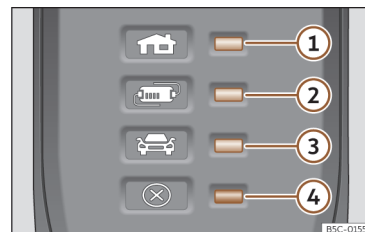

Fig. 70 No cabo de carregamento para tomadas de corrente: Luzes de controlo do dispositivo de proteção.
>>> **Fig. 70:**
>>> **Fig. 70** faz com que o conector de carregamento permaneça sem corrente até se ligar na tomada de carregamento do veículo.
Uma ou várias luzes de controlo >>> **Fig. 70** ①, ② ou ③ acendem a verde.
Indicação >>> Fig. 70	Significado
①, ④ piscam	O conector para a habitação aqueceu muito.
②, ④ piscam	O dispositivo de proteção foi aquecido muito.
Se o processo de carregamento continuar com uma corrente inferior, além do indicador de funcionamento, pisca a luz de advertência >>> **Fig. 70** ④ a vermelho.
- Se voltar a ocorrer um desligamento ou redução da corrente de carregamento e a causa não parece ser a exposição a uma fonte de calor externa, observe que luz de controlo verde pisca >>> **Fig. 70**. Para a verificação do cabo de carregamento, dirija-se a um concessionário especializado CUPRA ou a qualquer concessionário da rede SEAT. Para a verificação da ligação da infraestrutura, dirija-se a um estabelecimento especializado em instalações elétricas.
Se a luz de advertência ④ vermelha pisca ou acender sem que se acenda por sua vez de forma permanente uma luz de controlo >>> **Fig. 70** ①, ② ou ③ o indicador de funcionamento, há uma avaria.